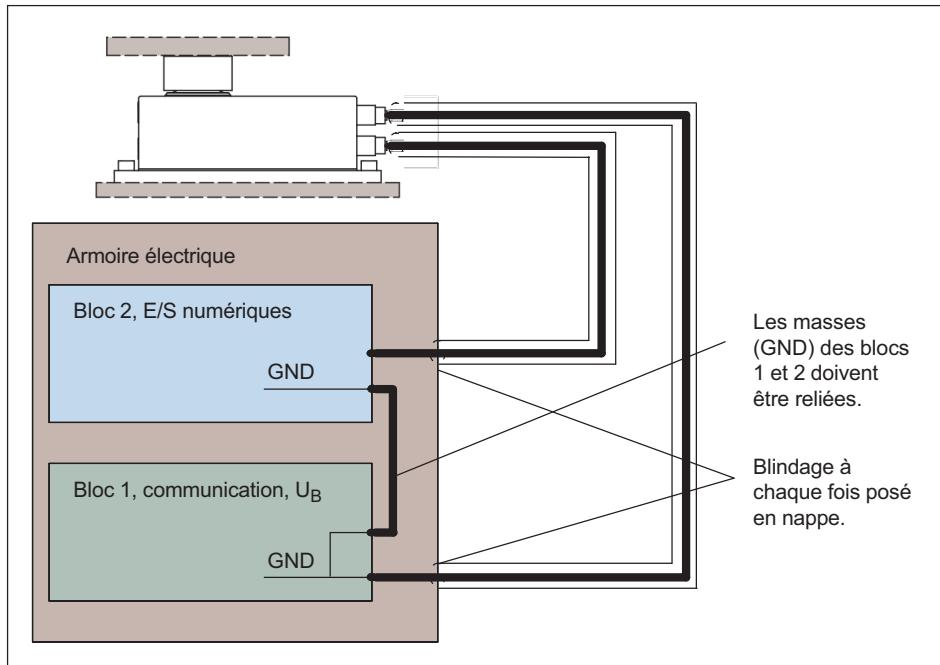

Fig. 7.3 Raccordement des potentiels GND en cas de montage dans une même armoire
2. Les deux blocs fonctionnels se trouvent dans la même armoire électrique (Fig. 7.3).
En cas de montage de tous les blocs fonctionnels dans une même armoire électrique (*Fig. 7.3 page 21*), s'assurer que les potentiels GND des deux blocs sont reliés.